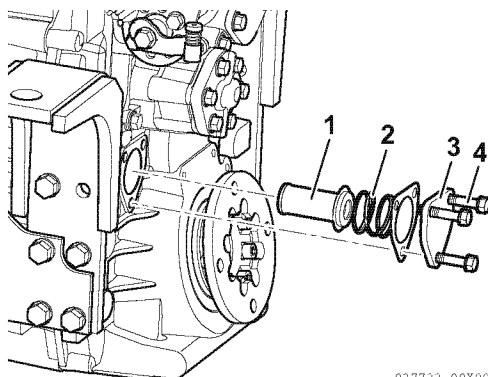

Figura 2
4. Quite los tres pernos M8 x 40 (4, **Figura 2**) así como las arandelas.
5. Quite la cubierta (3, **Figura 2**), el resorte (2, **Figura 2**) y el colador de aceite (1, **Figura 2**).
*Nota: El colador de aceite (1, **Figura 2**) debe lavarse con aceite limpio cuando cambie el aceite.*